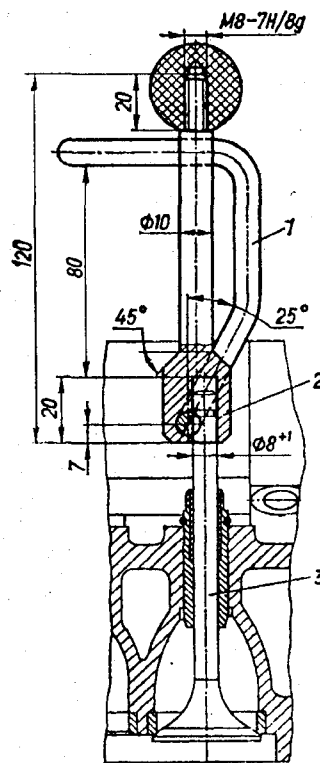

Рис. 2.46. Приспособление для притирки клапанов: 1 – зажим; 2 – оправка; 3 – клапан
- Закрепить клапан в приспособлении (рис. 2.46) и, слегка прижимая к седлу, вращать его в обе стороны.